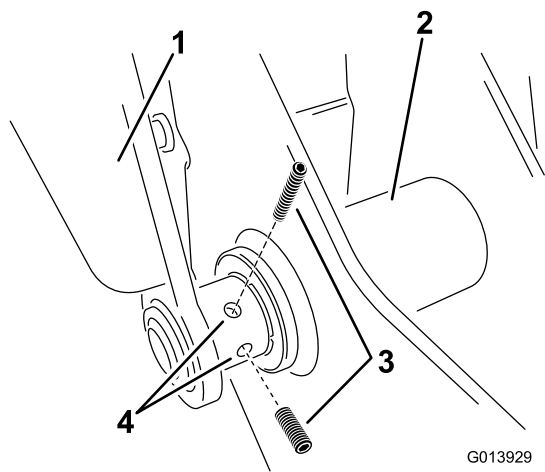

Figura 12
- I. Instale um parafuso no braço esquerdo no ponto inferior da dobradiça (Figura 12). Não aperte neste momento para permitir o ajuste do sistema da cavidade.